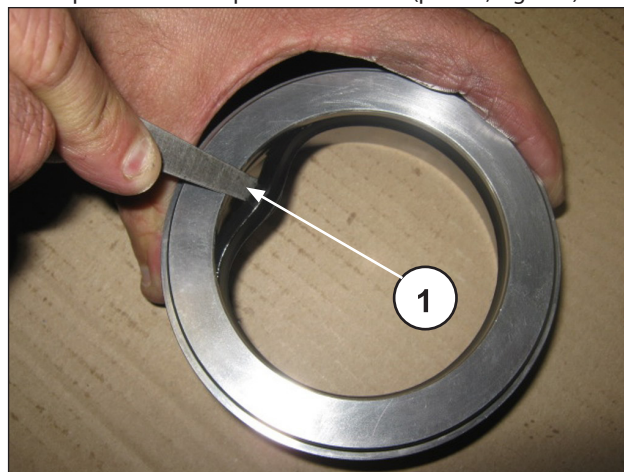

Fig. 247
Para remover o vedante de baixa pressão, é necessário usar um medidor de espessura ou uma ferramenta que não danifique o local do suporte do vedante (pos. ①, Fig. 247).